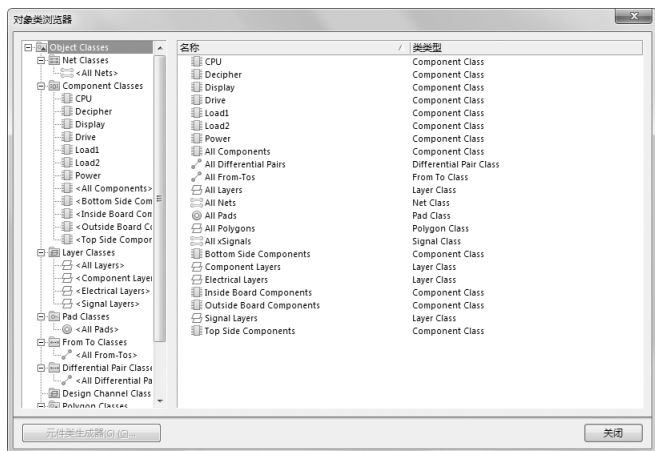

图 15-55 “对象类浏览器”对话框
(1) 选择菜单栏中的“设计”→“类”命令，系统将弹出如图15-55所示的“对象类浏览器”对话框。